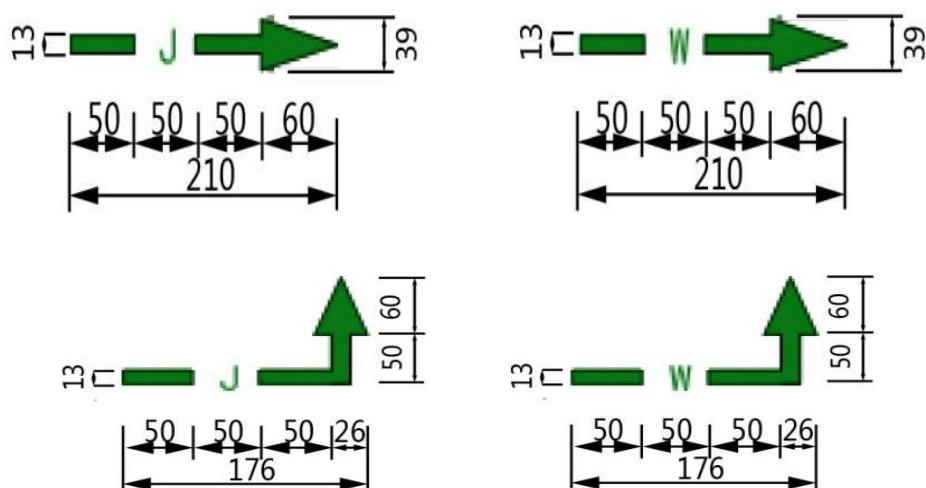

图 33 给水排水类管线标识样式及尺寸示例
6.4 给水排水类管线标识由管线符号和水流箭形组成。给水管线用字母“J”表示,排水管线用字母“W”表示。字母及箭形均为绿色 RGB(8, 119, 21),字体为黑体。给水排水类管线标识样式及尺寸示例见图 33。